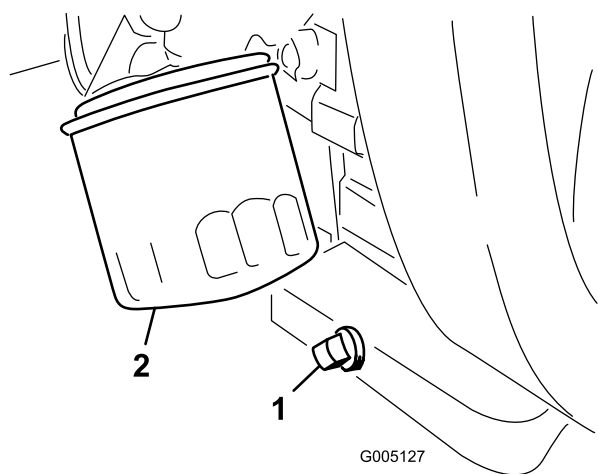

Figura 44
1. Retire o tampão de escoamento (Figura 44) e deixe o óleo escorrer para um recipiente adequado. Quando o óleo parar, volte a montar o tampão de escoamento.
2. Retire o filtro do óleo (Figura 44). Aplique uma leve camada de óleo limpo na gaxeta do novo filtro.